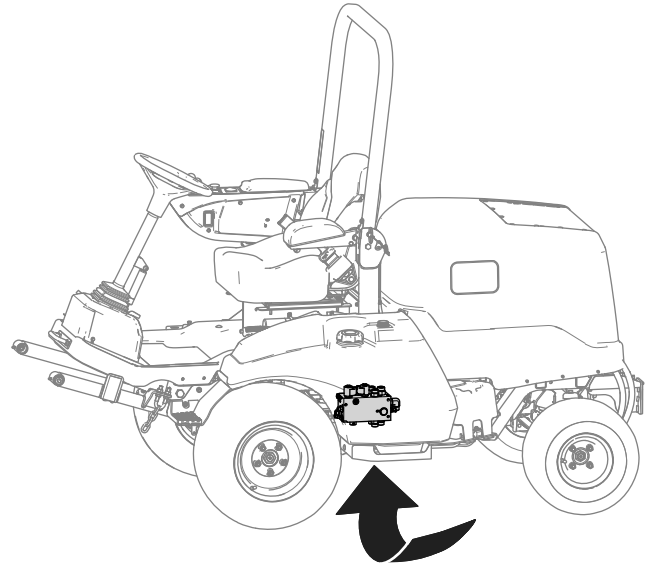

Figura 22
- Individuate il collettore di sollevamento sotto la macchina (Figura 22).